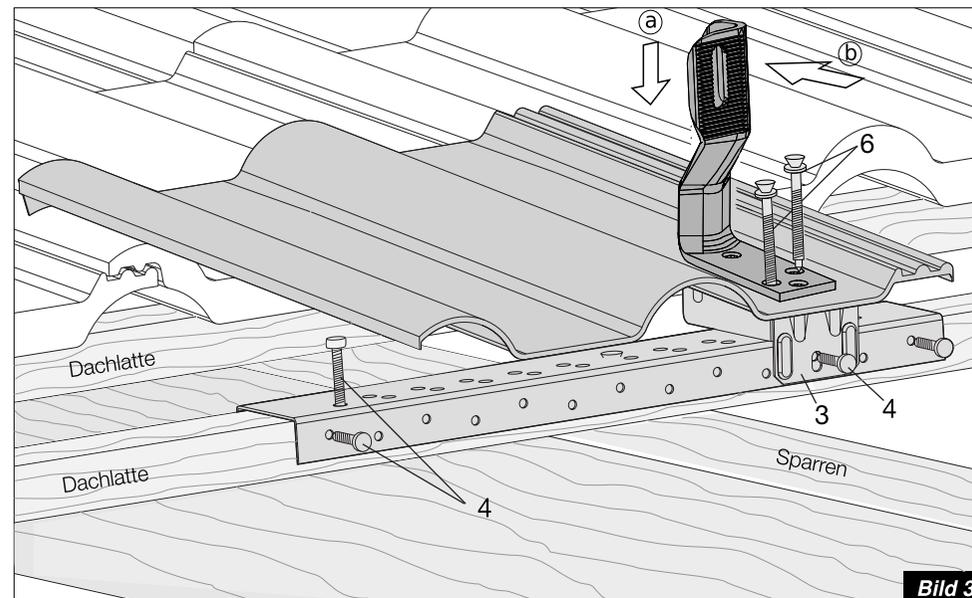

Bild 3
- Aufdachmodulhalter mit Metalldachplatte eindecken, mit Schrauben (6) und Schraube (4) montieren und Verstärkungsschiene zusätzlich mit Schraube (4) (alternativ auch von oben schraubbar) an der Dachplatte befestigen. (Bild 3)